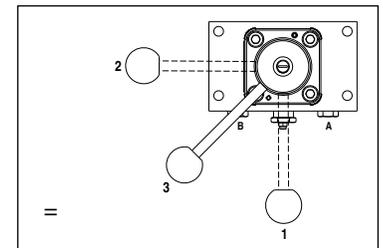

Fig. 7
(Se Fig. 7)
4. Drei på kontrollventilhendelen til posisjonen hold ("3") (se fig. 7 for ventilposisjoner).